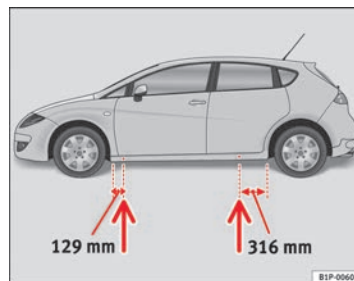

Abb. 157 Aufnahmepunkte für den Wagenheber
- Suchen Sie den Aufnahmepunkt am Unterholm, der dem zu wechselnden Rad am nächsten liegt ⇒ Seite 263, Abb. 157.
Am Unterholm kennzeichnen jeweils vorn und hinten Eindrückungen die Stellen, an denen der Wagenheber angesetzt werden darf ⇒ Seite 263, Abb. 157. Es gibt für jedes Rad genau eine Stelle. An anderen Stellen darf der Wagenheber nicht angesetzt werden.